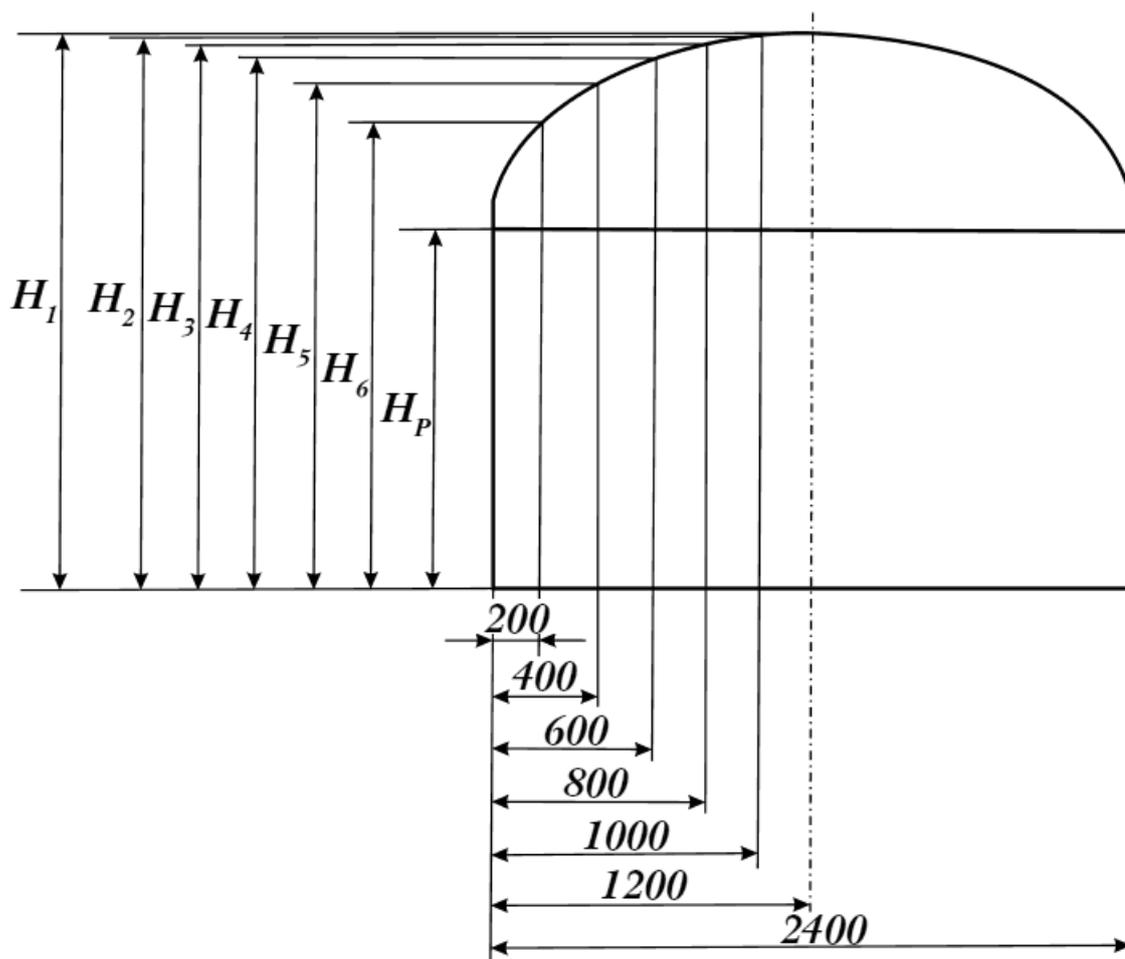

Рис. 8. Применение метода построения координатной сетки
- посредством определения арочной (непрямоугольной) части конструкции с помощью построения координатной сетки (рис. 8).